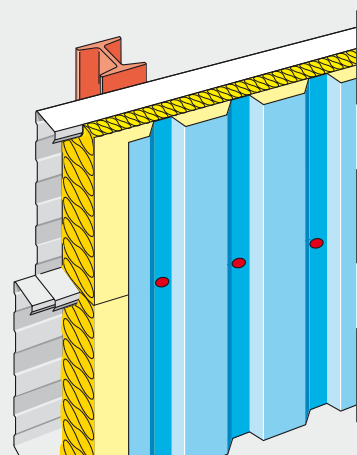

Fig. 1 - Horizontale binnendozen, verticale buitenbeplating
- Horizontale binnendozen, verticale buitenbeplating Isover cladisol wordt in de binnendozen geplaatst. Ter plaatse van de binnendoosflens heeft Isover cladisol over de volle lengte een snede. De geprofileerde buitenbeplating wordt door de Isover cladisol heen, aan de flenzen van de binnendozen bevestigd (fig 1).
- Caissons horizontaux bardage extérieur vertical Isover cladisol est posé dans les caissons. Au droit des lèvres du caisson, Isover cladisol présente, sur toute sa longueur, une entaille. Le bardage vertical extérieur est fixé au travers du Cladisol juste au droit des lèvres du caisson (fig 1).